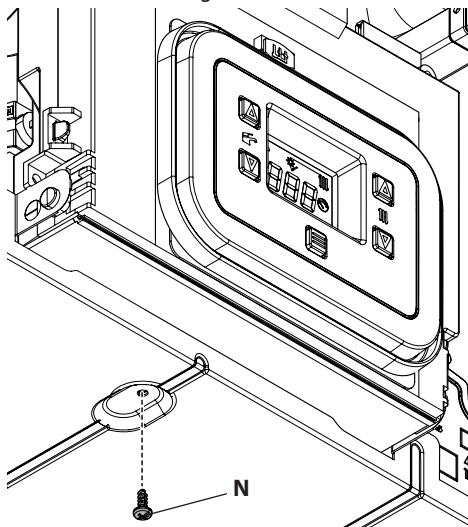

Figura 5.30
- Svitare la vite **N** (Figura 5.30).